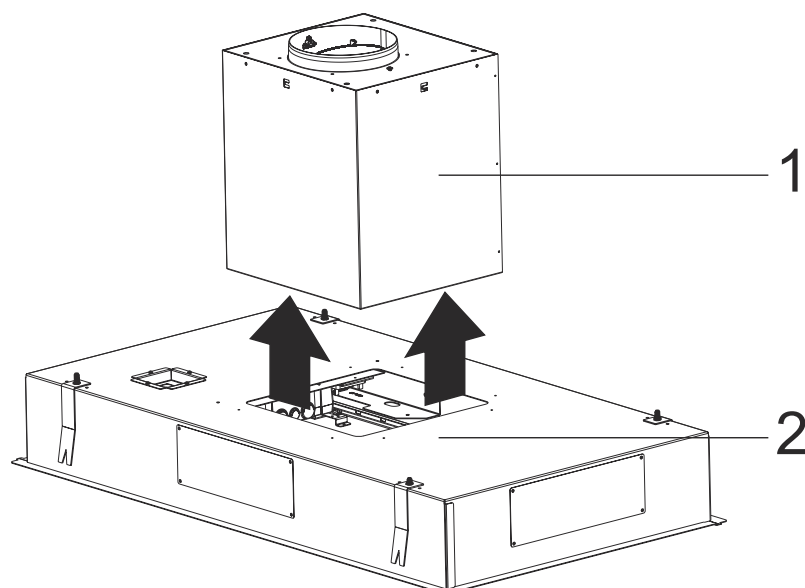

Fig. 19
2. Skruva nu loss motorkabinettet med skruvarna på insidan av fläkten. Ta nu bort motorkabinettet (Fig. 19).